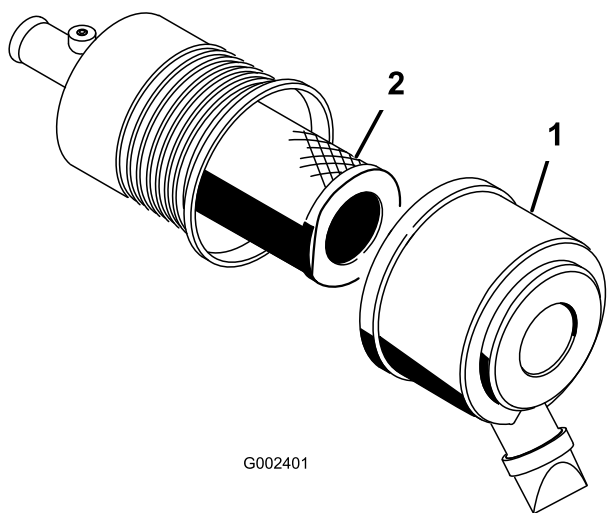

図 42
1. エアクリーナのラッチを外し、ボディーからカバーを外す(図 42)。
4. 1次フィルタをゆっくり引き抜くようにしてエアクリーナのボディーから外す(図 42)。
7. 安全フィルタを交換する場合には、十分に注意しながら、フィルタのボディーに挿入する(図 42)。
8. 1次フィルタをゆっくり押し込むようにして安全フィルタの上から取り付ける(図 42)。フィルタの外側リムをしっかり押さえて確実にボディーに密着させる。
9. 上下方向を確認してエアクリーナ・カバーを正しく取り付け、ラッチを掛ける(図 42)。